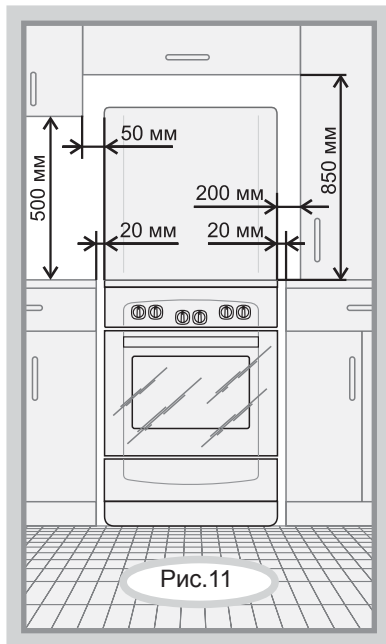

Рис.11
- Минимальные расстояния, которые необходимо выдержать при установке плиты, показаны на рис.11. Задняя стенка плиты должна отстоять от поверхности стены не менее чем на 50 мм. Кухонные полотенца, шторы и т.п. должны находиться на безопасном расстоянии, исключающем их воспламенение.